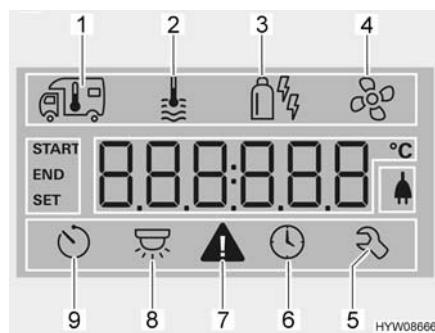

Fig. 97 Display (centralina di controllo)
- Ruotare la manopola/il pulsante (Fig. 96,6), finché il simbolo del menu del riscaldamento (Fig. 97,1) lampeggiava.
- Ruotare la manopola/il pulsante (Fig. 96,6), finché il simbolo del menu relativo all'acqua calda (Fig. 97,2) lampeggia.
Selezione della modalità di funzionamento:	<ul style="list-style-type: none"> ■ Ruotare la manopola/il pulsante (Fig. 96,6), finché il simbolo del menu relativo alla modalità di funzionamento (Fig. 97,3) lampeggia. ■ Premere la manopola/il pulsante. ■ Ruotare la manopola/il pulsante, finché viene visualizzata la modalità di funzionamento desiderata: <ul style="list-style-type: none"> ● Funzionamento a gas ● Funzionamento elettrico (900 W) ● Funzionamento elettrico (1800 W) ● Funzionamento a gas e elettrico (900 W) ● Funzionamento a gas e elettrico (1800 W)
- Ruotare la manopola/il pulsante (Fig. 96,6), finché il simbolo del menu delle ventole (Fig. 97,4) lampeggia.
- Ruotare la manopola/il pulsante (Fig. 96,6), finché il simbolo del menu del timer (Fig. 97,9) lampeggia.
- Premere la manopola/il pulsante. Il timer è attivato. Il simbolo del timer (Fig. 97,9) lampeggiante quando il timer è programmato e attivo.
In caso di avviso, il relativo simbolo lampeggia (Fig. 97,7). Il riscaldamento rimane in funzione. Se si tratta solo di un guasto temporaneo, il simbolo di avvertimento si spegne autonomamente.